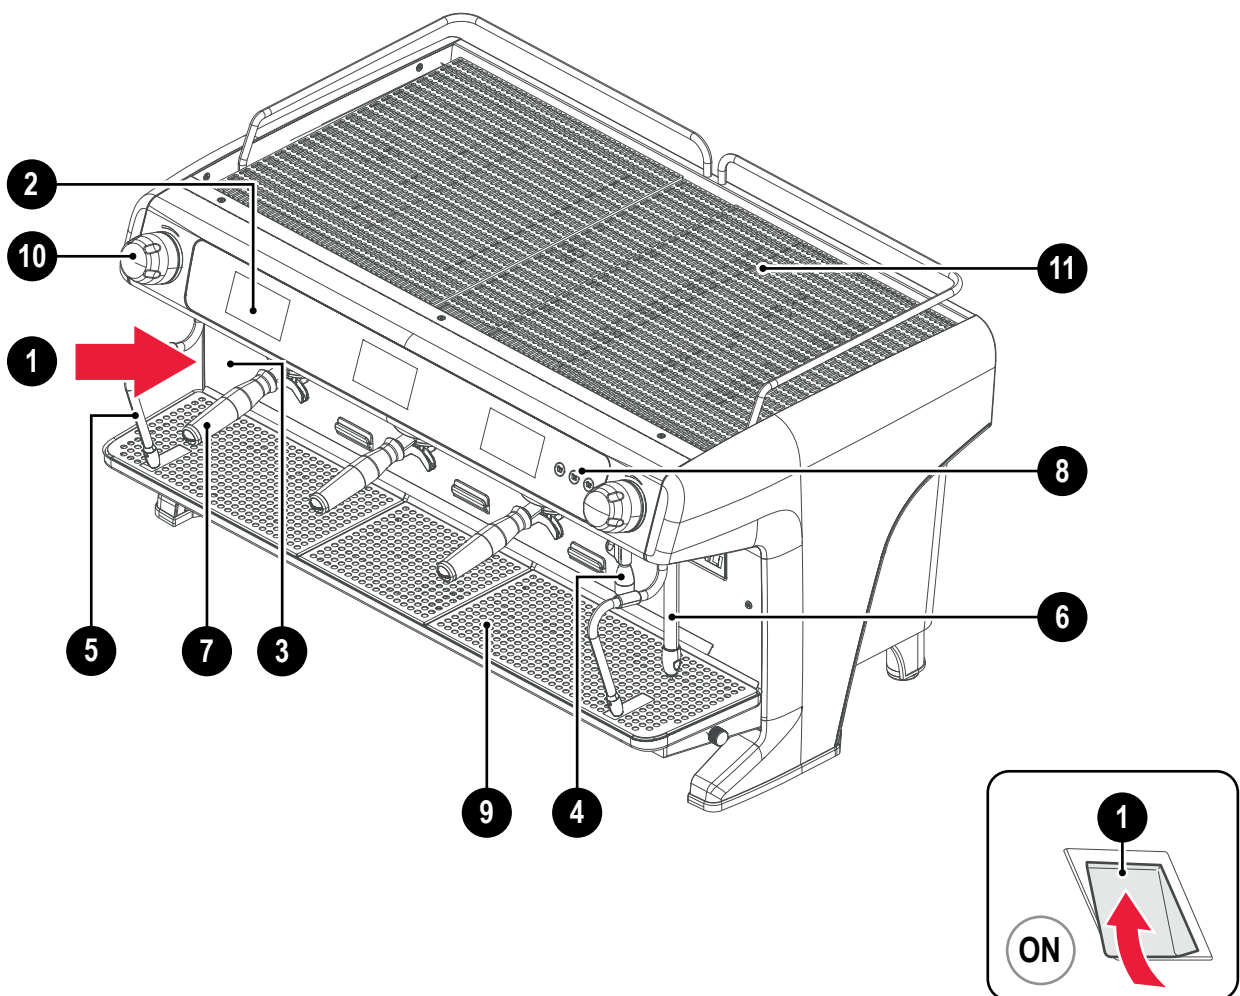

Fig. 4.1 - Partes del equipo
Para las piezas del equipo, consulte Fig. 4.1.
- Pulse el interruptor general (1 - Fig. 4.1) para encender el equipo.
- Mientras espera a que el equipo esté listo para su uso, acople el portafiltros (10 - Fig. 4.1) en los grupos de erogación.